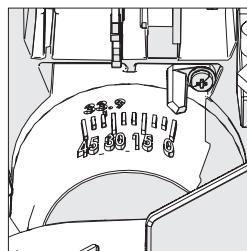

Abb. 21
- Neigen Sie den Schneidkopf in den gewünschten Winkel. Die Einstellung wird durch einen eingearbeiteten Winkelmesser erleichtert (Abb. 21).